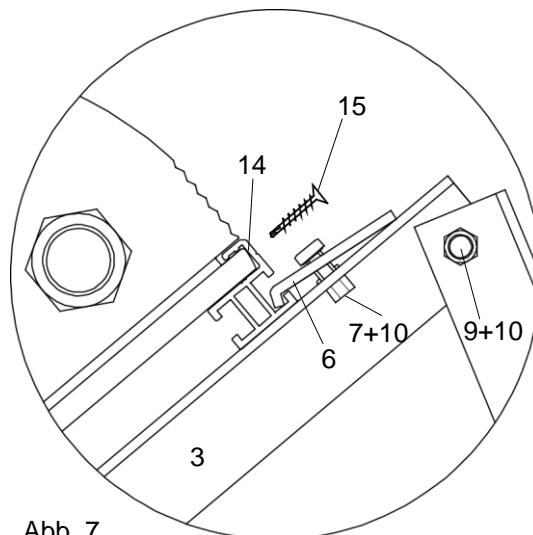
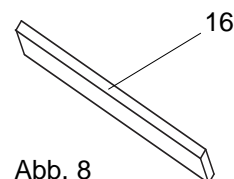

Abb. 7
Abb. 8
10. Fixieren Sie nun das Befestigungsprofil (14) oben mit den Spannklemmen (6) und den Torband-Schrauben (7) am Schrägteil in den dafür vorgesehenen Bohrungen (Abb. 7).
11. Kontrollieren Sie den festen Sitz der Spannklemmen (6) und Schrauben (7, 9 u. 13).
12. Im Fall, dass mehrere Befestigungsprofile (14) aneinander zu Reihen sind, wird das Verbindungsteil (16) in die entsprechende Führung des Profils eingeschoben um die Profile miteinander zu verbinden (Abb. 8).
13. Befestigen Sie jeden Kollektor mittels Bohrschrauben (15) unten und oben durch die vorgesehenen Löcher des Befestigungsprofils (14).